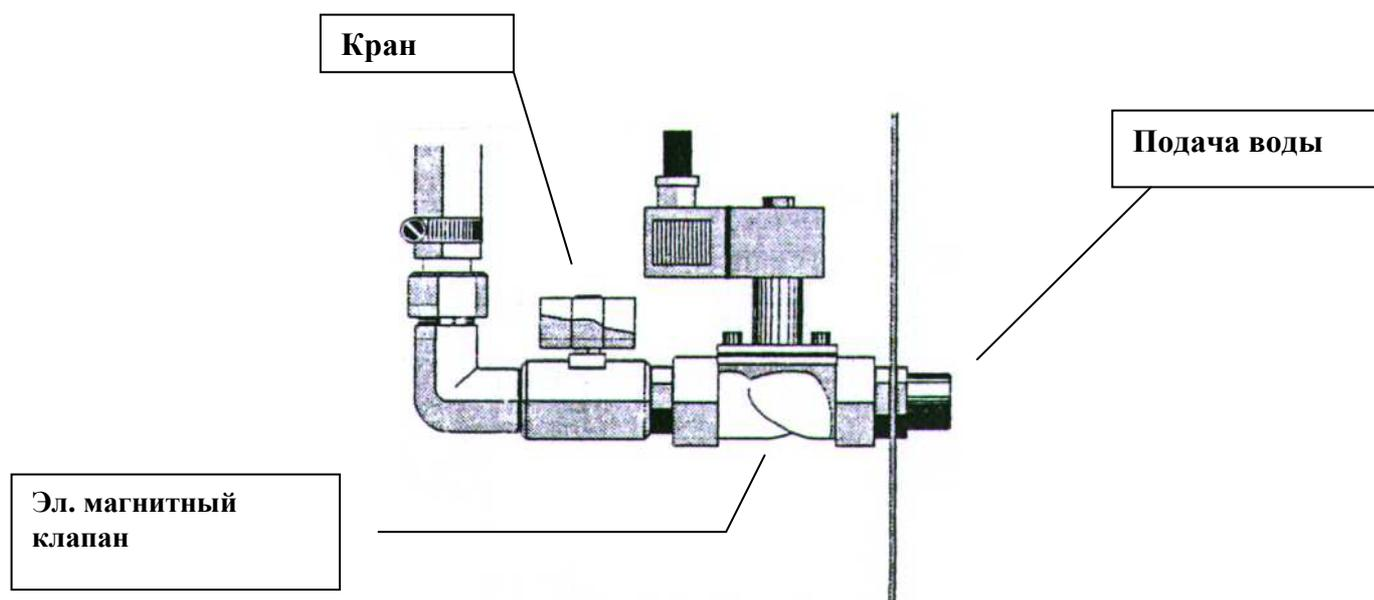

Рис. 5 Электромагнитный клапан устройства.
2. Подключите воду с помощью шланга, к электромагнитному клапану, управляющему подачей воды. Отрегулируйте объем подаваемой воды с помощью крана, как показано на Рис.5